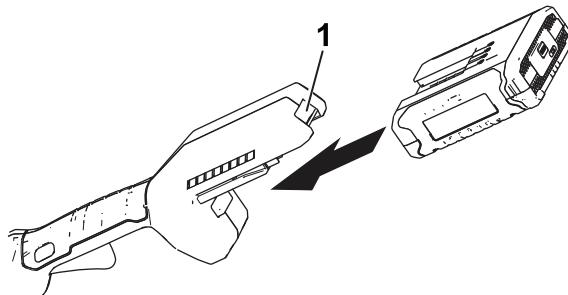

Figura 5
4. Introduzca la batería en la herramienta hasta que se bloquee el cierre (Figura 5).